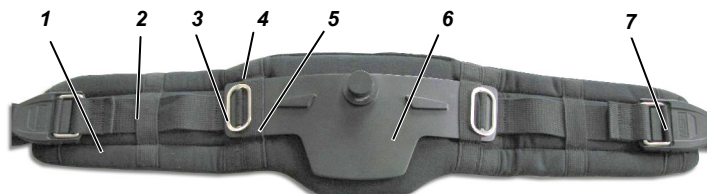

Bild 31 Hüftgurt mit schwenkbarer Platte
In diesen Ausführungen kann eine schwenkbare Hüftgurtplatte montiert werden. Der Hüftgurt wird wie in Bild 31 direkt auf der schwenkbaren Platte montiert.
- (1) Metallschnallen und Gurt wie in Bild 31 durch die **äußeren** Schlaufen der Gurtpolsterung hindurchfädeln.
- (2) Hüftgurtplatte durch die beiden **inneren** Schlaufen der Gurtpolsterung hindurchfädeln.
- (3) Metallschnallen wie abgebildet auf der Hüftgurtplatte anbringen.